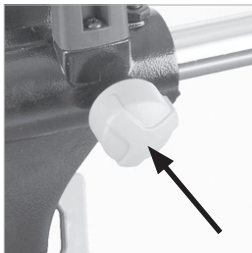

Abb. 24
- Ziehen Sie die Verschlusschraube fest. (**Abb. 24**)